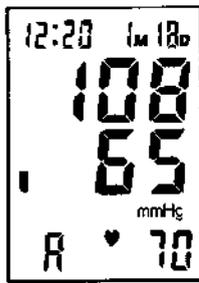
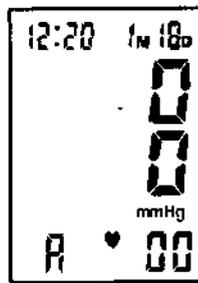

Figura 9-2
Figura 9-3
- b. Luego de seleccionar el "banco" de memoria, la pantalla LCD mostrará el valor promedio de los últimos tres resultados de este "banco". Remítase a la figura 9-2. Si no hay ningún resultado guardado, la pantalla LCD mostrará la figura 9-3.